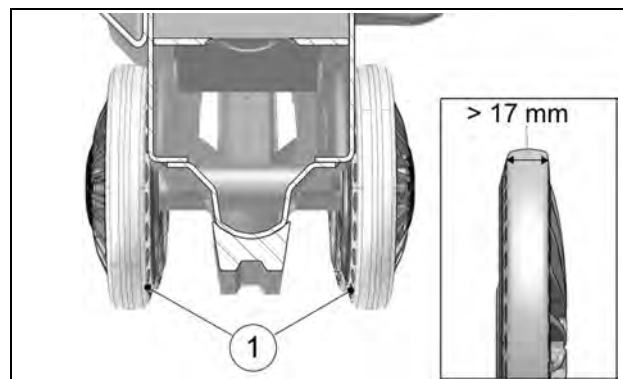
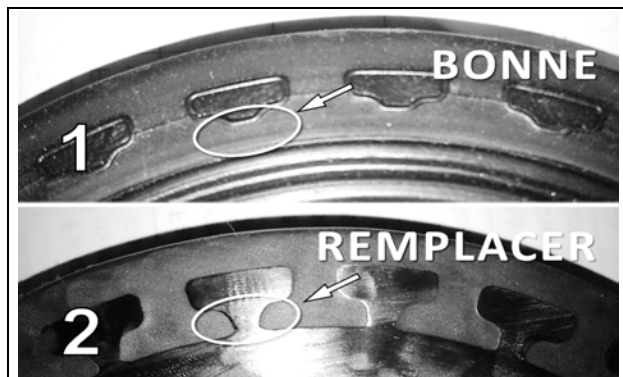

Figure 40
Figure 41
Vérifier l'usure de la bande de guidage interne (1). Remplacer la roue si l'usure du revêtement révèle la structure de plastique interne (Fig. 41-2) -- (roue neuve: Fig. 41-1) ou si la largeur de la bande de roulement est inférieure à 17 mm -- (état neuf: 22 mm). Une roue trop usée n'offre plus le support nécessaire au guidage de la chenille. Figure 40 et Figure 41.